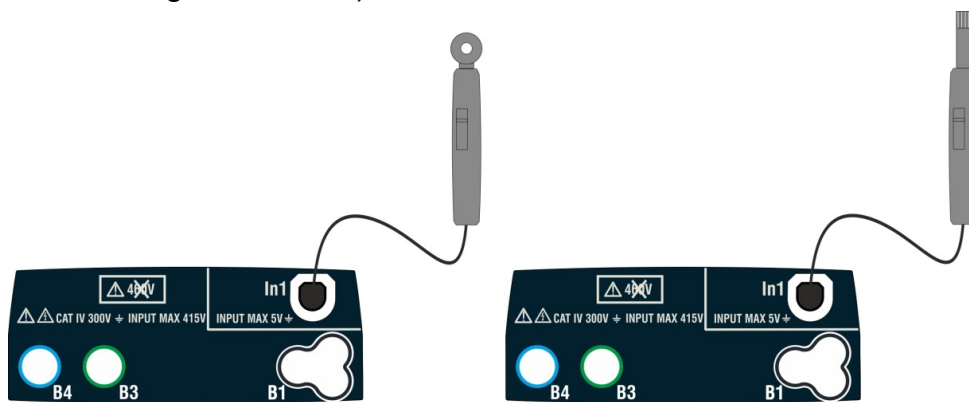

Abb. 35: Messung von Umweltparametern mittels externer Mess-Sonden
3. Verbinden Sie die Eingangsbuchse **In1** mit dem Anschlussstecker des Sensors für die gewünschte Messung, wie in der Abb. 35 angezeigt.